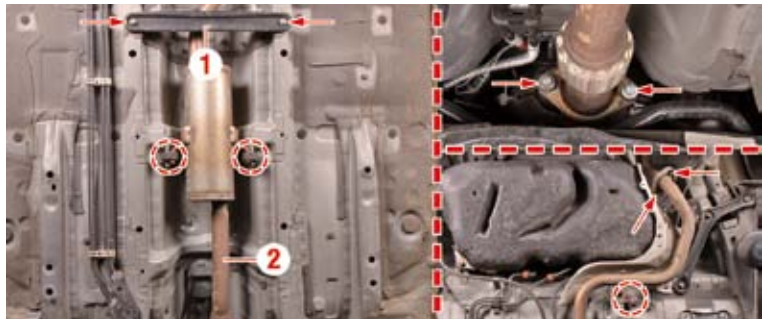

Fig. 32
- Suelte el refuerzo de la plataforma **(1)** (Fig. 32).